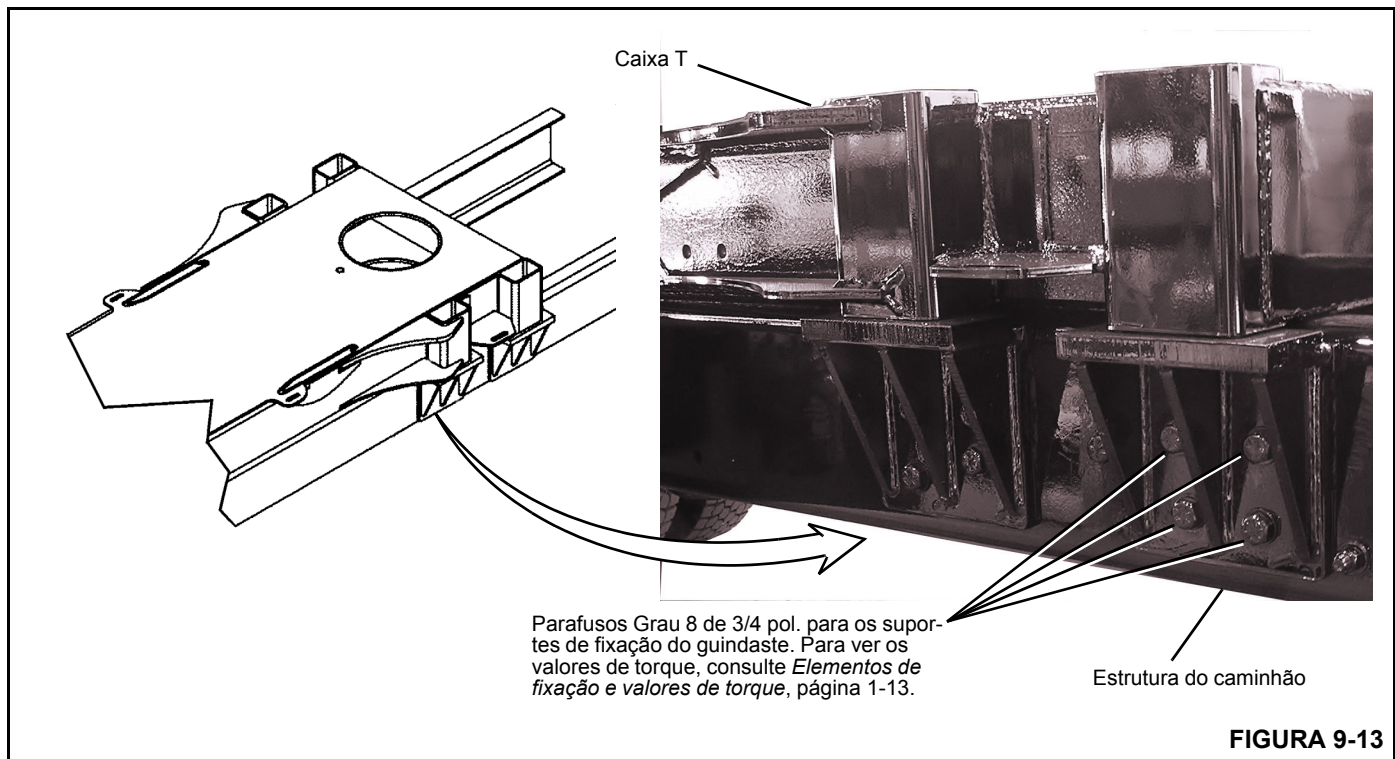

FIGURA 9-13
5. Prenda os suportes de fixação na estrutura do guindaste conforme indicado na Figura 9-13. Aperte com os valores de torque recomendados em *Elementos de fixação e valores de torque*, página 1-13.